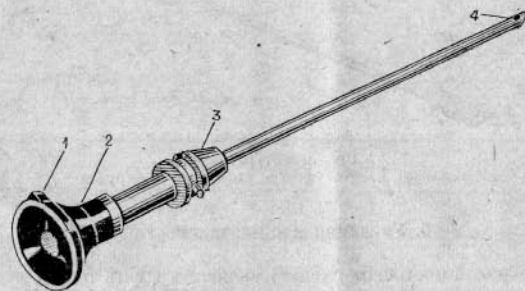

Рис. 2. Оптическая трубка:
4.4. Оптическая трубка (рис. 2) служит для осмотра полости мочевого пузыря. Она состоит из оптических деталей, заключенных в тонкостенную металлическую трубку.